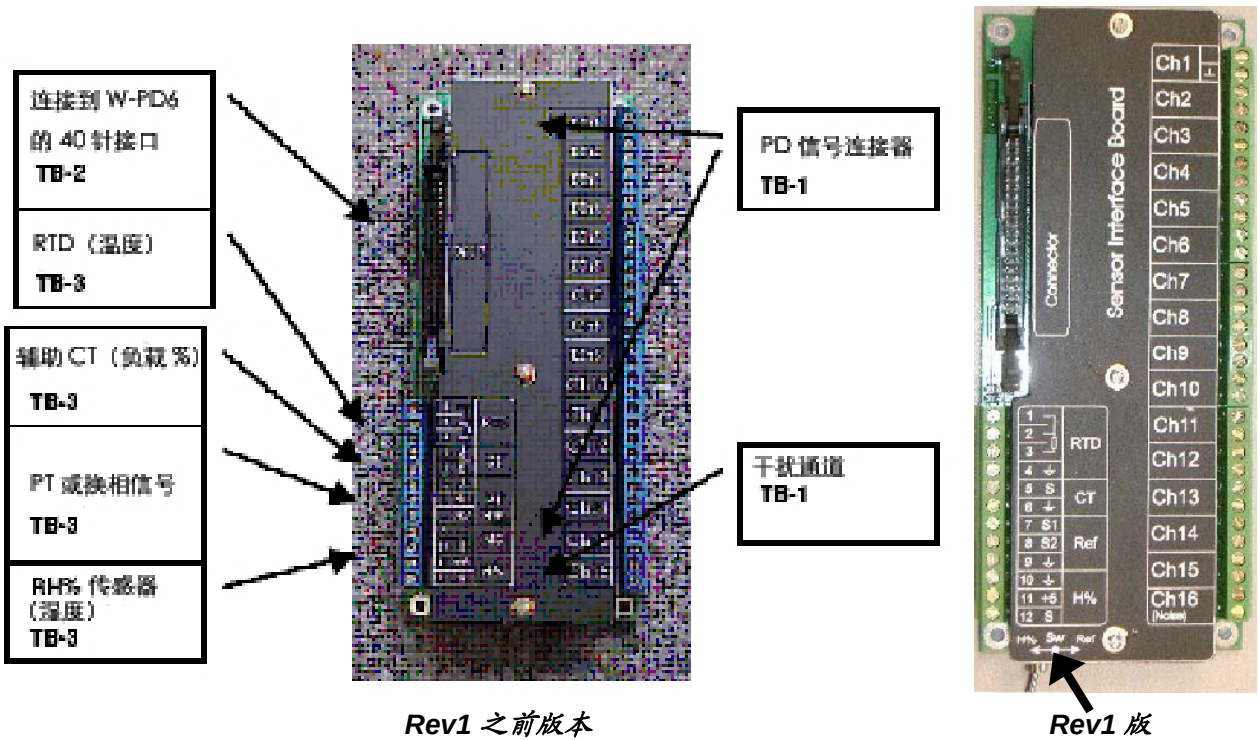
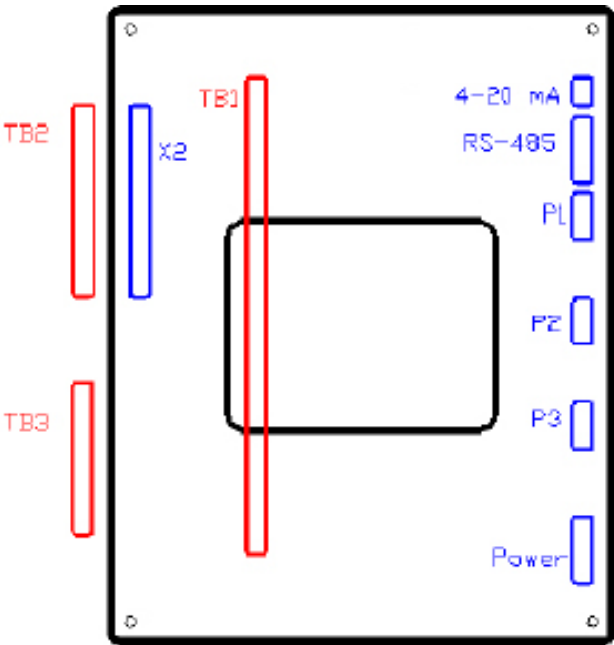

图 4 传感器接线端子排图
图 5
- 所有 W-PD60 机箱内的信号连接都能在图 4 传感器接线板图上找到。接线端子排是图 5 中的红色部分。
在 W-PD60 机箱内部，传感器接线端子排如图 5 所示垂直安置：